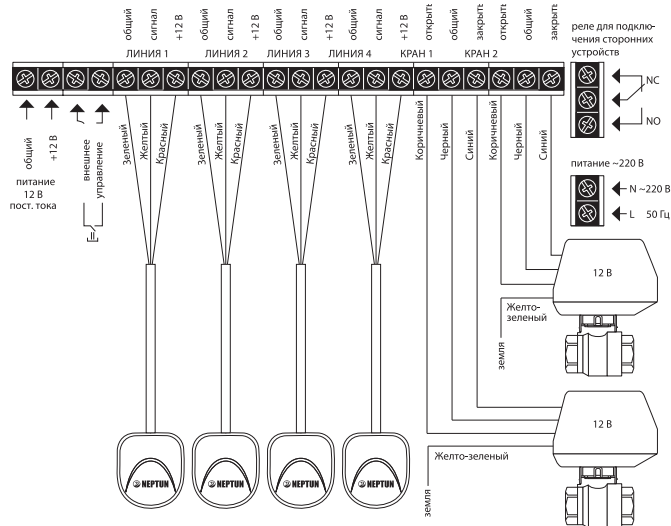
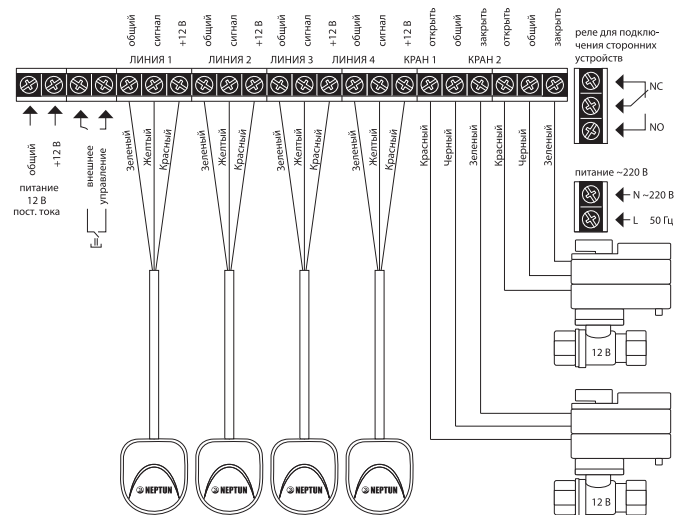

Рис. 11. Схема подключения датчиков и кранов с электроприводом DePala 12 В к модулю управления Neptun ProW
Рис. 10. Схема подключения датчиков и кранов с электроприводом
- К модулю управления Neptun ProW подвести фазу и ноль согласно схеме подключения (рис. 10 и 11), изображённую так же на внутренней крышке прибора
- выполните соединение проводов в соответствии со схемой на рис. 10 или рис. 11, в зависимости от того, какие краны с электроприводом вы используете. При необходимости, для ввода проводов в коммутационный отсек удалите пластиковую заглушку, расположенную в нижней части корпуса прибора при помощи отвёртки;